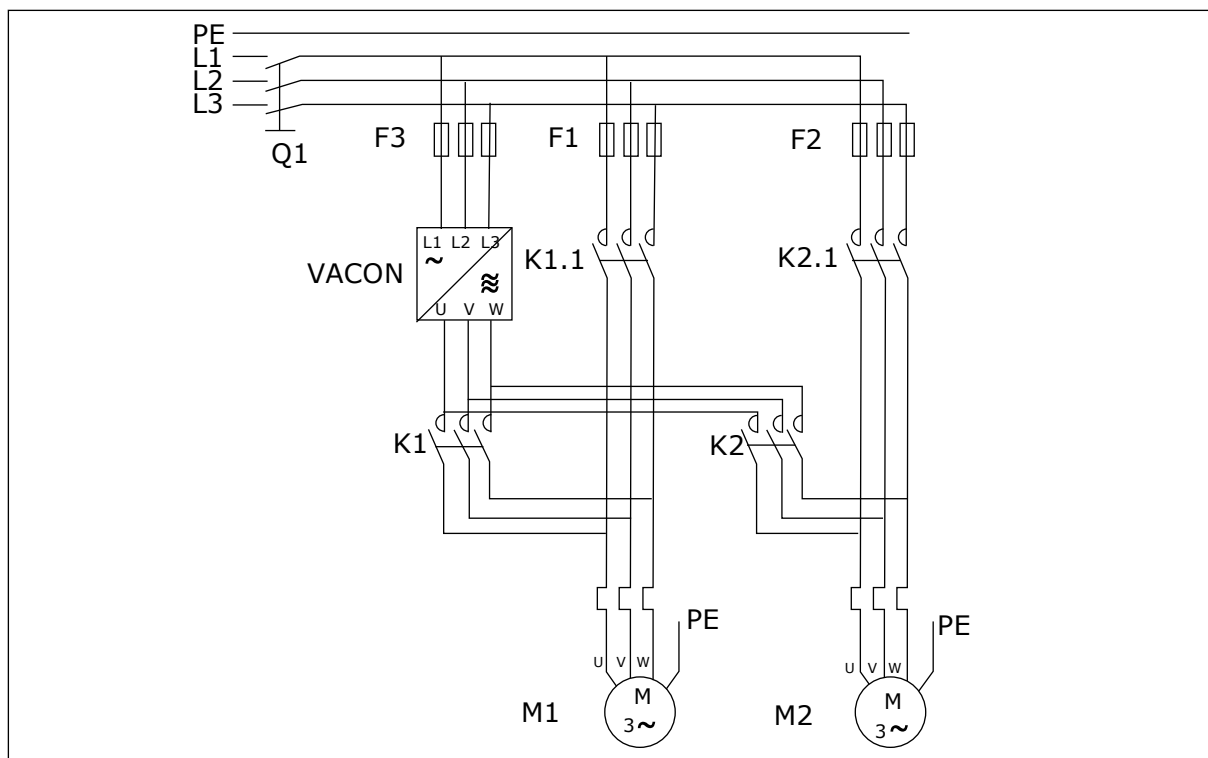
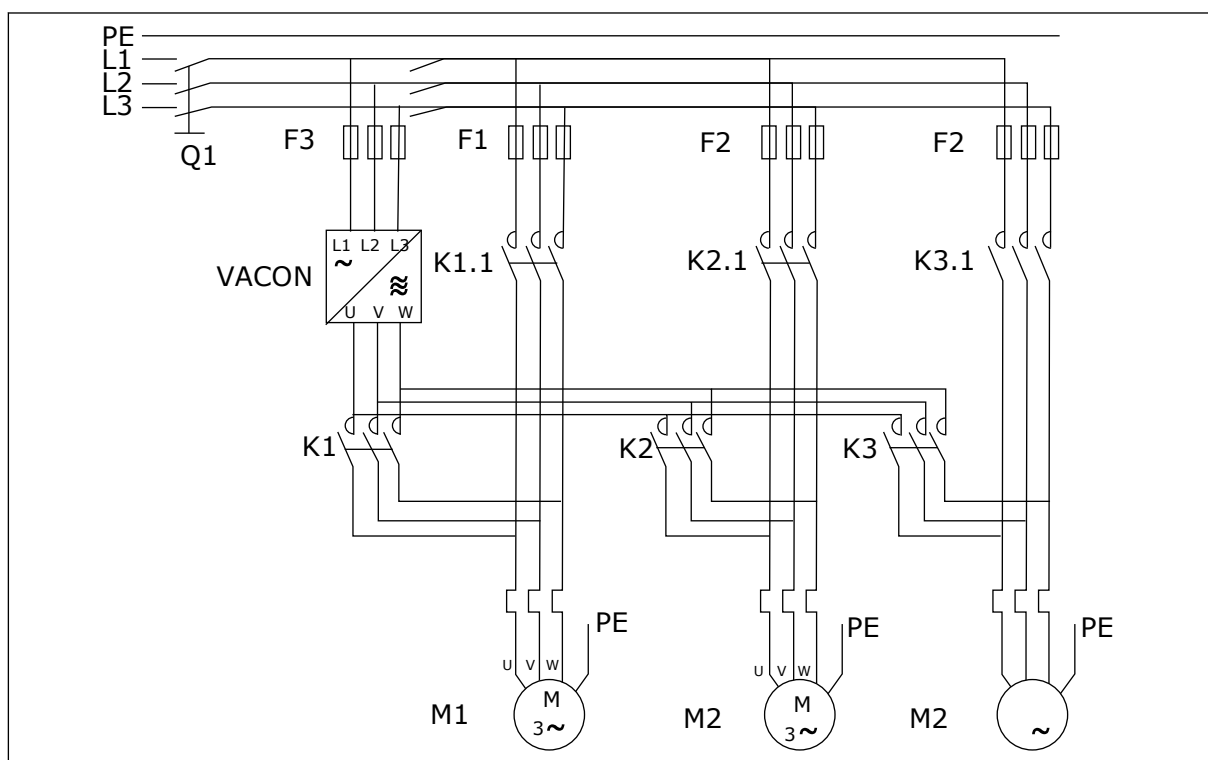

Fig. 98: Eksempel på autoskift med 2 pumper, hoveddiagram
Fig. 99: Eksempel på autoskift med 3 pumper, hoveddiagram
- Eksterne kontaktorer, der styres via AC-frekvensomformerens relæudgange forbinder frekvensomformerne til AC-frekvensomformeren eller netforsyningen. Hvis den motor, der styres af AC-frekvensomformeren, medtages i autoskiftsekvensen, styres den altid via den relæudgang, der først blev aktiveret. De øvrige relæer, der er blevet aktiveret senere, styrer de ekstra frekvensomformere (se Fig. 98 Eksempel på autoskift med 2 pumper, hoveddiagram og Fig. 99 Eksempel på autoskift med 3 pumper, hoveddiagram).
Den automatiske ændring af start- og stoprækkefølgen aktiveres og anvendes enten kun på de ekstra frekvensomformere eller de ekstra frekvensomformere og den frekvensomformer, der styres af AC-frekvensomformeren, afhængigt af indstillingen af parameteren 2.9.25, Valg af automatisering. Autoskift er som standard aktiveret for 2 frekvensomformere. Se Fig. 19 Standardkonfiguration af I/O og tilslutningseksempel for applikation til pumpe- og ventilatorstyring (med 2-tråds transmitter) og Fig. 98 Eksempel på autoskift med 2 pumper, hoveddiagram.